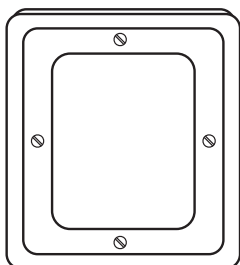

Figure 17. Couvercle des piles
1. Desserrer les quatre vis captives sur le côté gauche de l'appareil et déposer le couvercle du compartiment des piles (Figure 17).